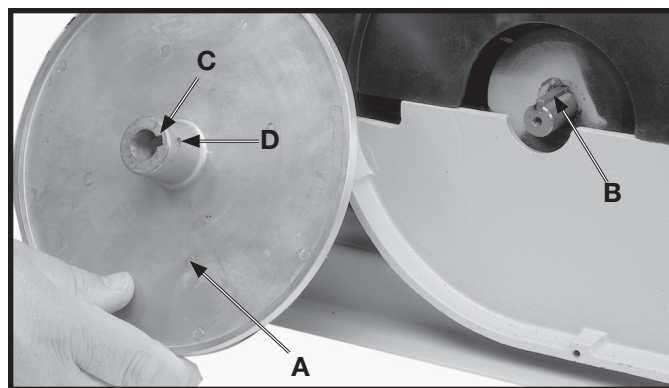
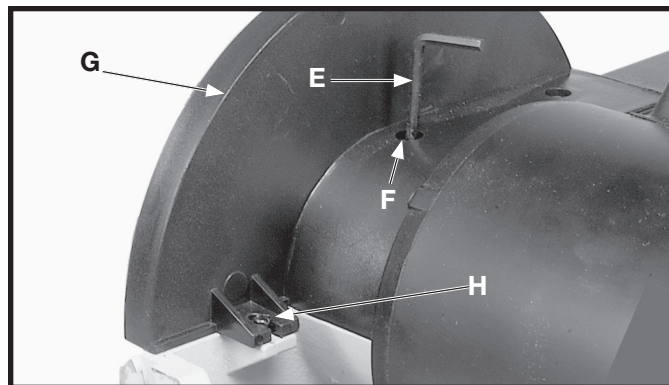

Fig. 9
Fig. 10
2. Ensamble el plato del disco de lijado (A) Fig. 9 al eje del motor con la llave (B) en el eje del motor engranada con la chaveta (C) en el cubo del disco de lijado.
3. Gire el disco de lijado hasta que el tornillo de fijación (D) Fig. 9 esté en la posición superior, y apriete entonces el tornillo de fijación (D) Fig. 9 utilizando para ello la llave (E) Fig. 10, a través del agujero (F) en la parte superior del conjunto del protector.
4. Ajuste el protector del disco de manera que el borde (G) Fig. 10 cubra la orilla exterior del disco de lijado, y apriete los dos tornillos, de los cuales aparece uno en (H), que conectan el protector del disco a la base.